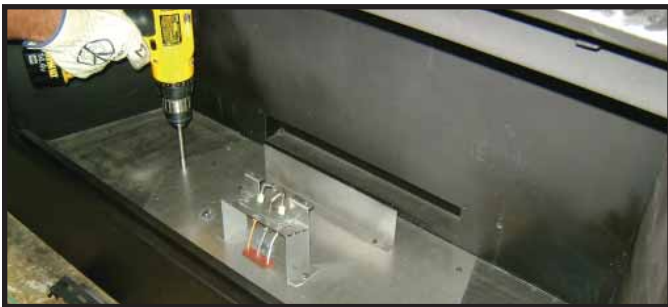

Fig. 16.5 Fjering av ventilplateskruene
1. Fjern elleve skruer rundt perimeteren av ventilmonteringen som fester ventilplaten til forbrenningsboksens bunn. Se Fig. 16.5.